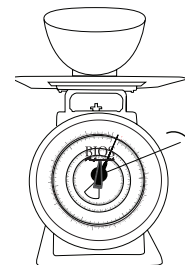

Figure 2
2. Une fois l'aiguille du cadran immobile, faites tourner le cadran en utilisant le bouton de rotation au centre du cadran vers la droite, de telle sorte que l'aiguille puisse être alignée avec le 0.00. Vous êtes maintenant prêt à peser votre second article (voir figure 2).